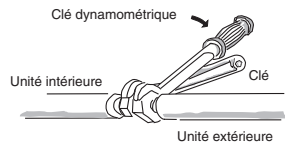

Fig. 5-6
- Lors de la dépose des écrous évasés des connexions de tuyauterie, ou lors de leur serrage après la connexion de la tuyauterie, toujours utiliser 2 clés dynamométriques ou des clés de la manière indiquée. (Fig. 5-6)